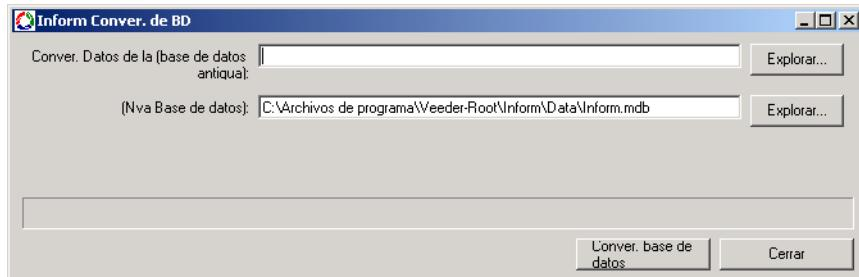

Figura 2. Cuadro de diálogo de conversor del banco de datos de Inform
2. Se desplegará el cuadro de diálogo **Conversor del Banco de Datos Inform** (sírvase remitirse a la Figura 2.)